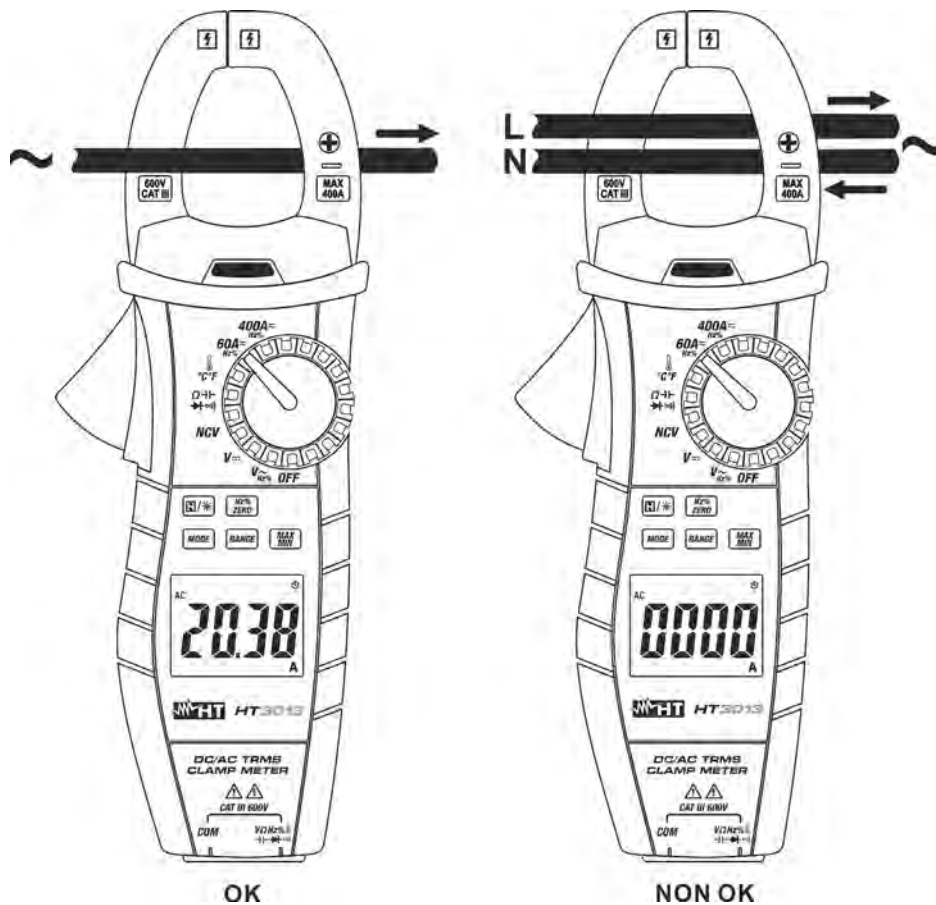

Fig. 11: Uso dello strumento per misure di corrente AC e DC
6. **In modo DC** la visualizzazione del simbolo "-" indica che lo strumento è inserito in modo contrario al verso della corrente (vedere Fig. 11). Seguire l'indicazione della freccia direzionale delle polarità presente sulla pinza (vedere Fig. 1 – parte 13)